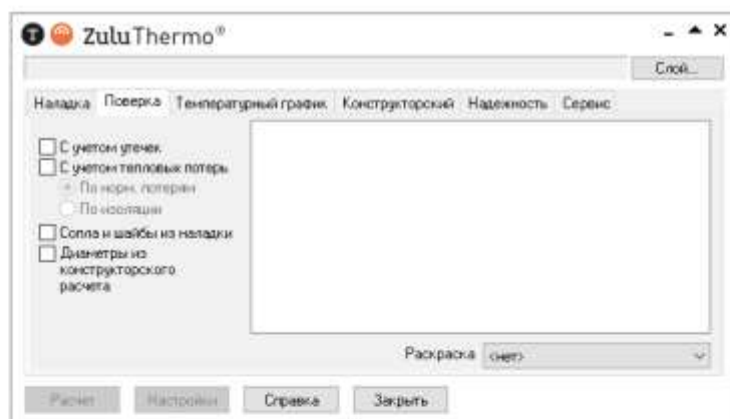

Рисунок 20.21. Окно теплогидравлических расчетов Zulu Thermo
1. Выбрать команду главного меню **Задачи ZuluThermo** или нажать кнопку  панели инструментов. На экране появится окно теплогидравлических расчетов (смотрите Рисунок 20.21, «Окно теплогидравлических расчетов ZuluThermo»).